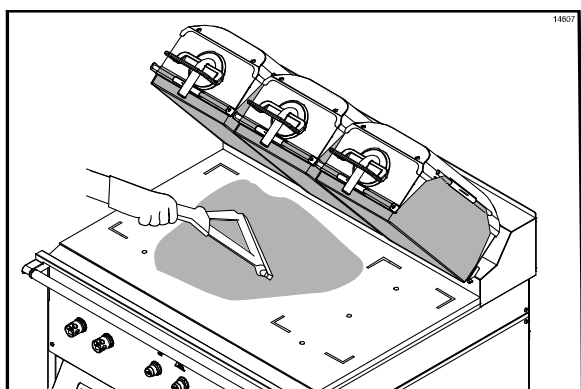

图 73
48. 用干净的橡皮刮板将黏附片在煎烤区分散开来。（请见图 73）